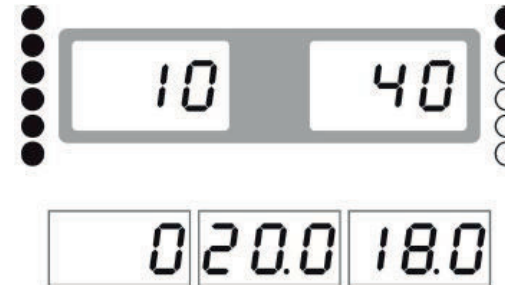

Abb. 20
- Ziehen Sie den Zeiger heraus, bis im linken Fenster der Wert 0 angezeigt wird (Abb. 20).